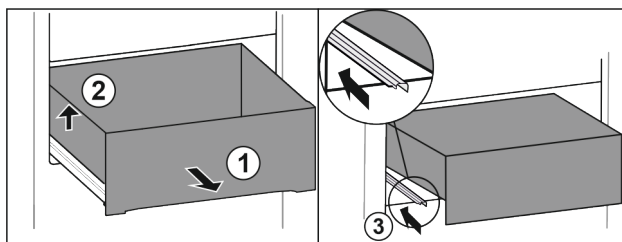

Fig. 68
► Lade tot de aanslag eruit trekken. Fig. 68 (1)
► Lade links optillen. Fig. 68 (2)
► Linker rail erin schuiven. Fig. 68 (3)